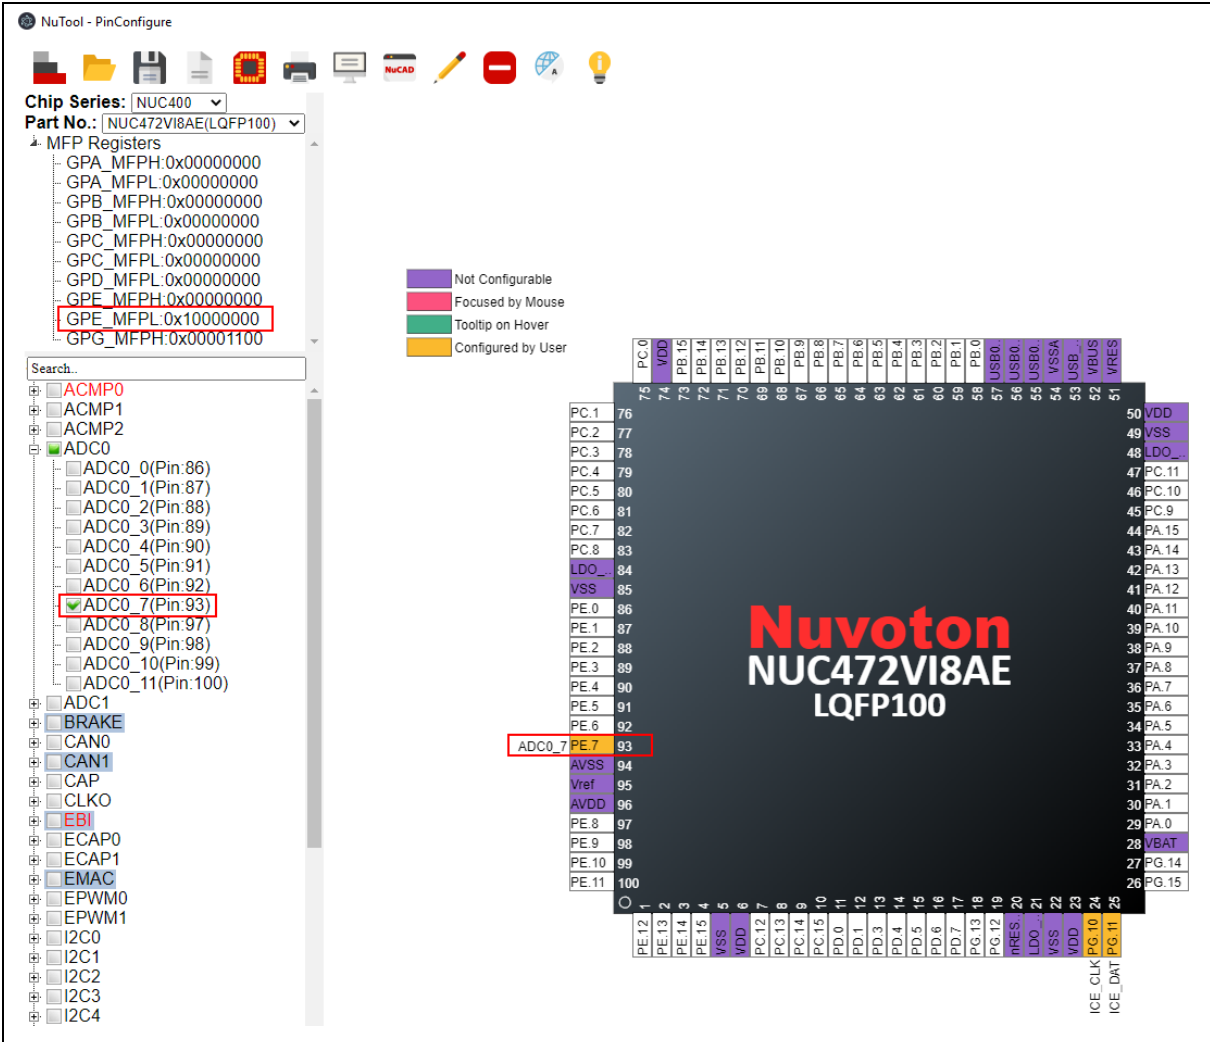

图 4-12 通过个别管脚配置 ADC0\_7 的结果
2. 移动鼠标到选项中，并且点击想要的功能。单独的管脚设定完成之后，此时在树状图与MFP寄存器也会同步更新(参照图4-12)。